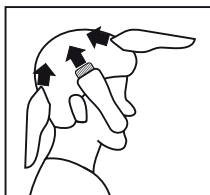

Figura 12
•Usar a mesma técnica cortando de baixo para cima nas laterais da cabeça (**Figura 12**).